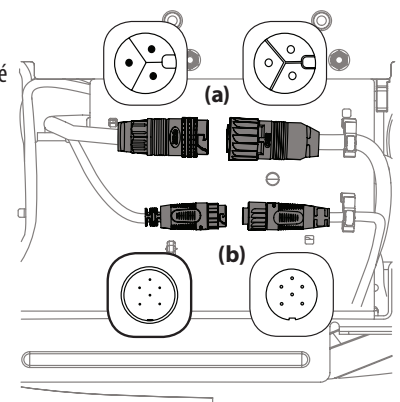

Figure 23
- Débranchez les adaptateurs des moteurs du plateau de coupe placés sous l'appareil. Tournez le collier du plus grand connecteur (a) vers la gauche et débranchez-le avec précaution. Voir Figure 23.